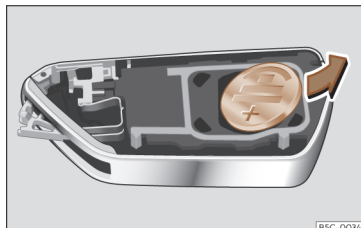

Fig. 79 Llave del vehículo: extracción de la pila.
- Extraiga la pila del compartimento con un objeto fino adecuado»» fig. 79.
- Coloque la pila nueva y presiónela en el compartimento para la pila »» ①.